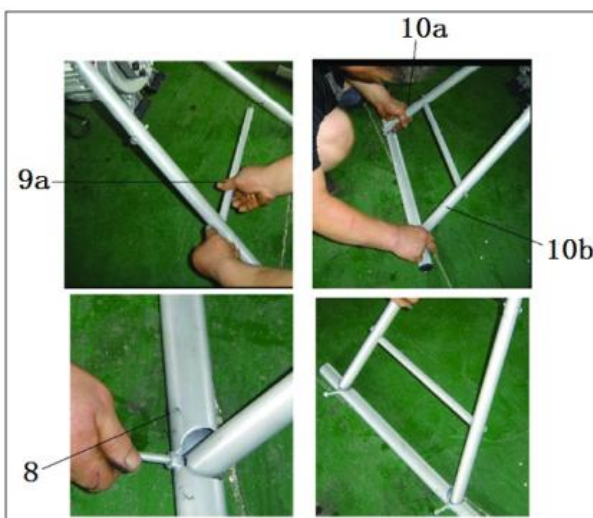

fig.3
- b) Za pomocą śrub podłączyć poprzeczkę (9a) podstawki przedniej (10a&10b), następnie zmontować drążek poziomy (8) i zamontować podstawkę przednia (10a&10b) śrubami (fig.3).